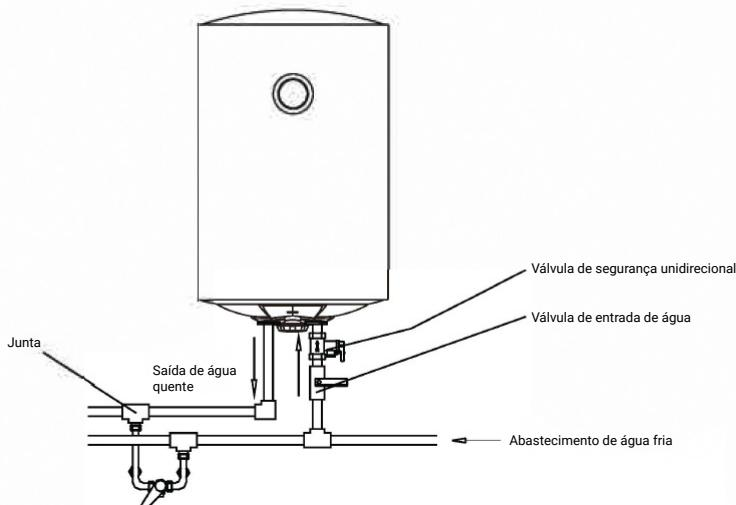

Fig. 4
- Se o usuário quiser fazer um sistema múltiplo de abastecimento de água, a forma de fazê-lo é mostrada na fig.4 com conexões de tubulação.